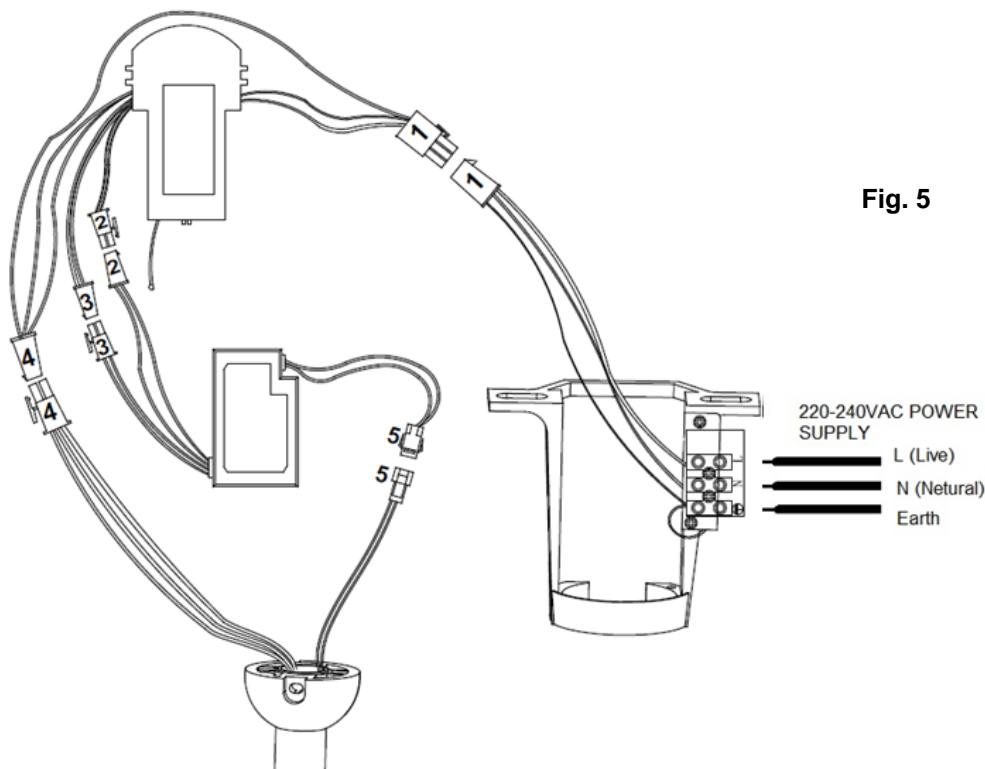

Fig. 5
2. Consulte el diagrama de cableado proporcionado para la Conexión/Instalación Eléctrica. **Fig.5 ADVERTENCIA:** Para evitar descargas eléctricas o riesgo de incendios, no trate de llevar a cabo la conexión del cableado eléctrico usted mismo. Todas las conexiones eléctricas deberán ser llevadas a cabo por un Electricista Autorizado.
3. Después de completar el cableado eléctrico en los terminales del soporte de montaje y de conectar los cables de entrada de alimentación del receptor remoto y del cableado fijo a través de los conectores rápidos de 4 puertos (1); conecte los cables de entrada de alimentación del controlador del LED y los cables de salida de alimentación al receptor remoto a través de los conectores rápidos de 2 puertos (2); conecte los cables de entrada de la señal PWM del controlador de LED y los cables de salida de la señal PWM al receptor remoto a través de los conectores rápidos de 2 puertos (3); conecte la salida al ventilador del receptor remoto y los cables de entrada del motor a través de los de conectores rápidos de 4 puertos (4); conecte también los cables de salida del controlador de las luces LED a través de los conectores rápidos de 2 puertos (5). **Fig.5**